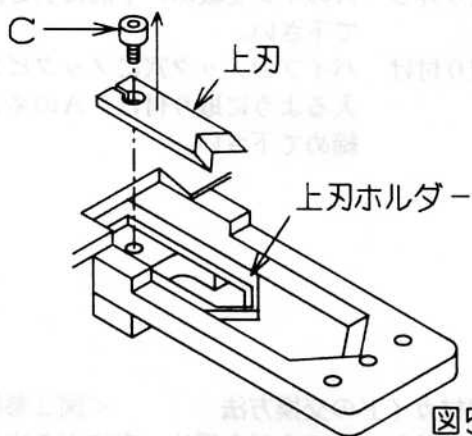

図5
<図5参照>
- ・ 取り付けは、まず上刃を図5とは逆の方向へ上刃ホルダーの奥までしっかり挿入し、Cのネジでしっかり固定します。